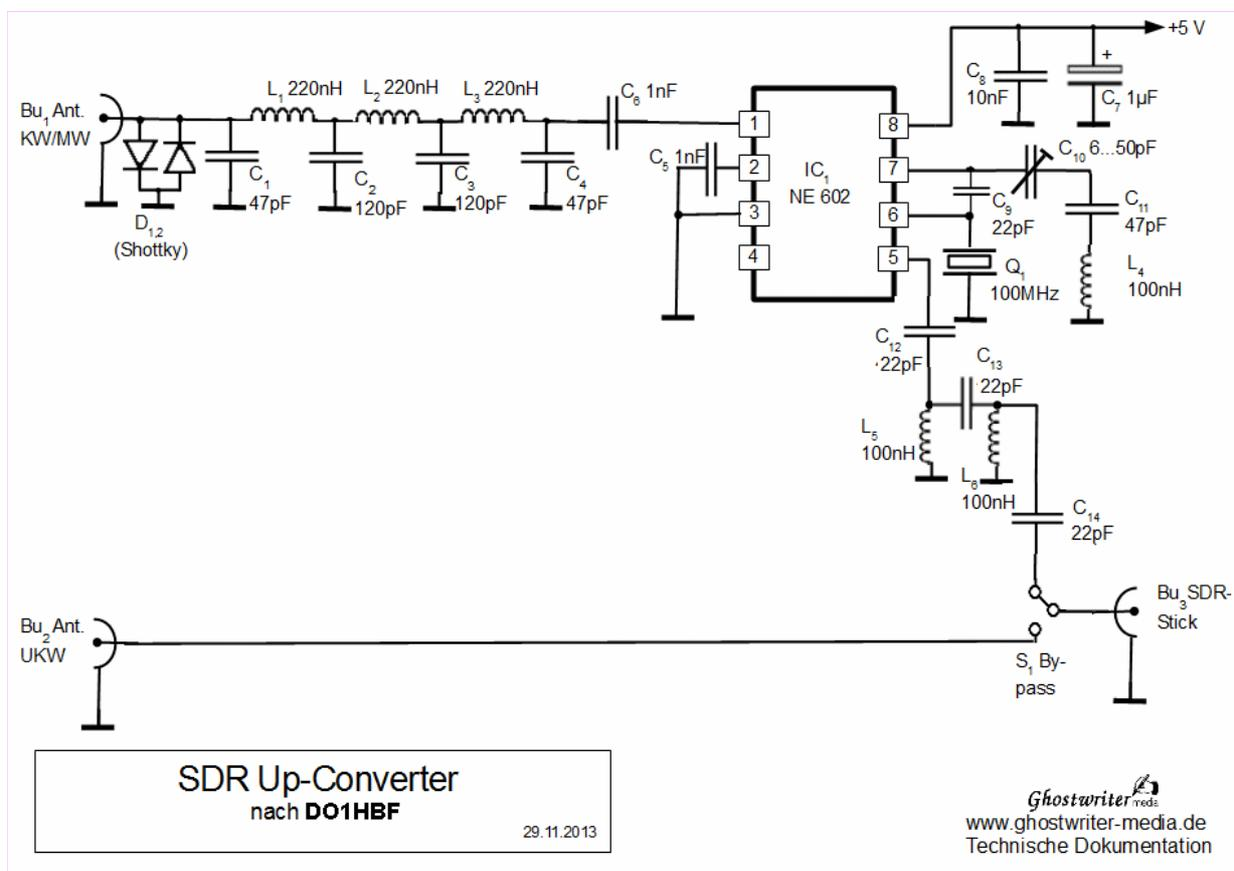

Abb. 1 Schaltbild des Up-Konverters.
**Abb. 1** zeigt die Schaltung des Konverters. Kernelement und zugleich einziges aktives Bauelement ist die Integrierte Schaltung NE602, Ein Mischer mit Oszillator. Am Antenneneingang für Mittel- und Kurzwelle begrenzen zunächst zwei Schottkydioden das Signal auf einige hundert mV und schützen so die Schaltung vor Überspannungen. Über die Tiefpasskette  $C_1$  bis  $C_4$ ,  $L_1$  bis  $L_3$  und den Koppelkondensator  $C_5$  wird das Antennensignal dem NE602 ( $IC_1$ ) zugeführt. Der Tiefpass filtert störende Signale im UKW-Bereich aus, in den Das Kurz- und Mittelwellenspektrum umgesetzt werden soll. Pin 1 ist der erste Mischereingang von  $IC_1$ . Pin 3, der 2. Mischereingang, liegt über  $C_5$  an Masse, so dass er keine Hochfrequenzsignale aufnimmt. Die Anschlüsse 7 und 8 sind der Rückkopplungsweg des Oszillators. Frequenzbestimmendes Element ist der Quarz  $Q_1$ , der auf einer Oberschwingung von 100 MHz schwingt Die Kondensatoren  $C_9$  bis  $C_{11}$  und die Induktivität  $L_4$  bestimmen die Arbeitsfrequenz, die sich mit dem Trimmer  $C_{10}$  genau einstellen lässt. Am Ausgang des Mixers Pin 5 treten Summen- und Differenzsignale aus Eingangssignal und Oszillatorsignal auf. Sie werden über die Tiefpasskette  $C_{12}$  bis  $C_{14}$ ,  $L_5$  und  $L_6$  ausgekoppelt, die unerwünschte Mischprodukte auf tiefen Frequenzen eliminiert. Mit dem Schalter  $S_1$  kann wahlweise eine UKW-Antenne durchgeschleift werden. Dadurch entfällt das lästige Umstöpseln zwischen den unterschiedlichen Wellenbereichen. Auf der 5V Spannungsversorgung des IC werden durch die Parallelschaltung von  $C_7$  und  $C_8$  gegen Störsignale unterschiedlicher Frequenzen abgeblockt. Die Versorgungsspannung kann z.B. über einen Stabilisator 7805 aus +12V erfolgen (nicht dargestellt).